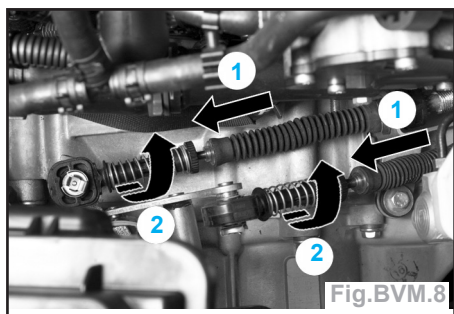

Fig.BVM.8
- Tirer les câbles de commande et de sélection jusqu'en butée (1) puis les tourner dans le sens indiqué (2) pour les bloquer (Fig.BVM.8).